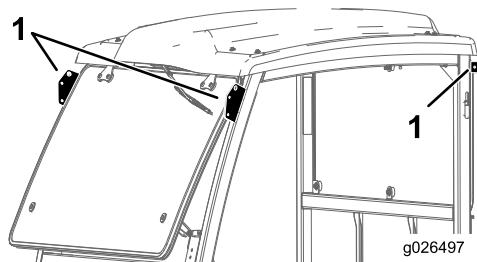

Figura 4
- Eleve el bastidor de la cabina usando los puntos de izado y colóquelo sobre la máquina (Figura 4).